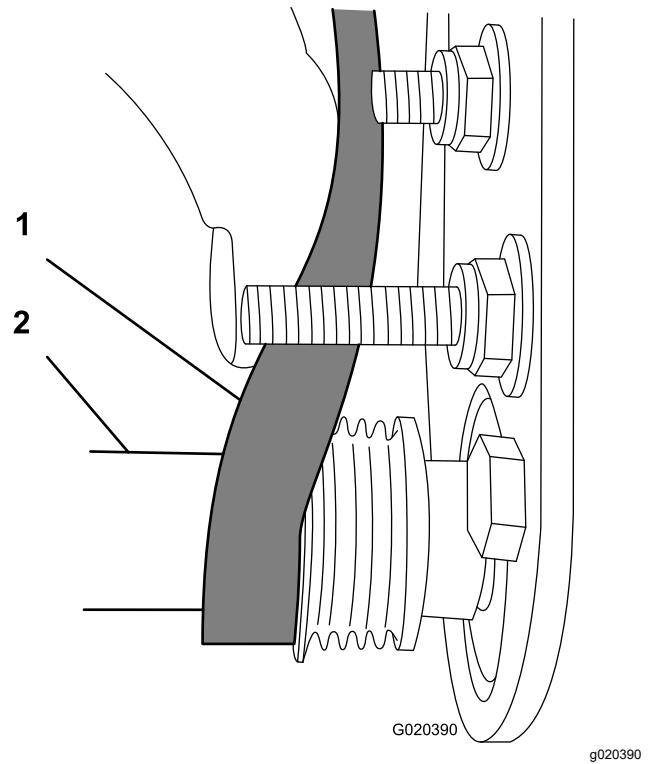

图 25
- C. 使用深套管 9/16 英寸旋转滚筒刷组件并把皮带引入从动皮带轮 图 25。